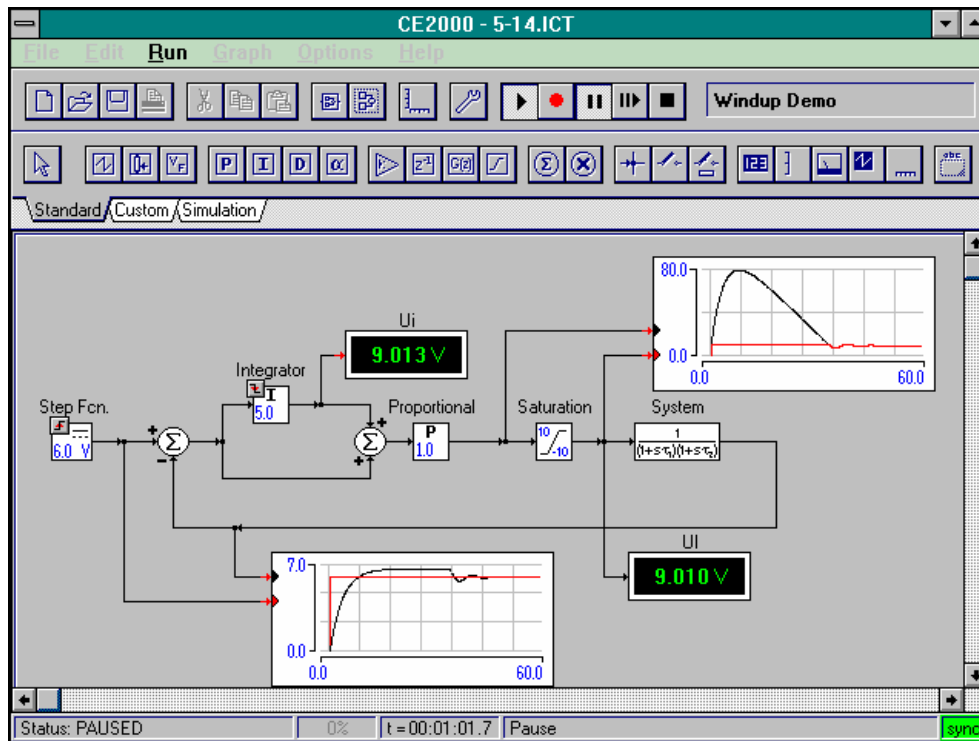
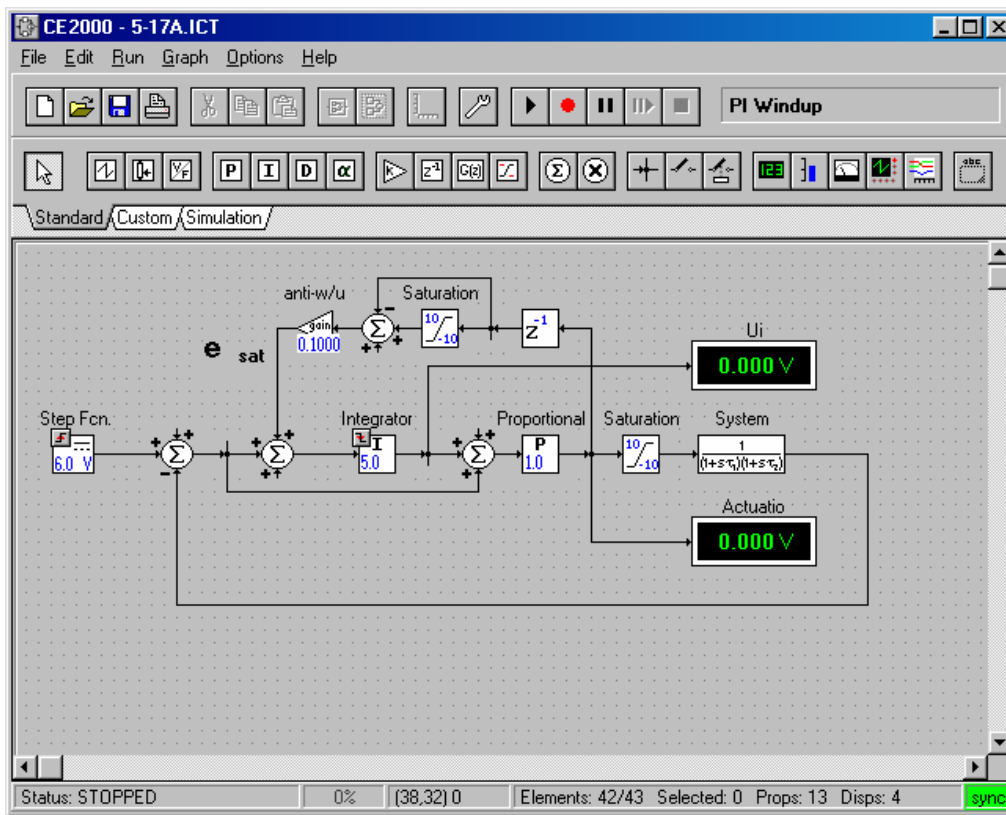
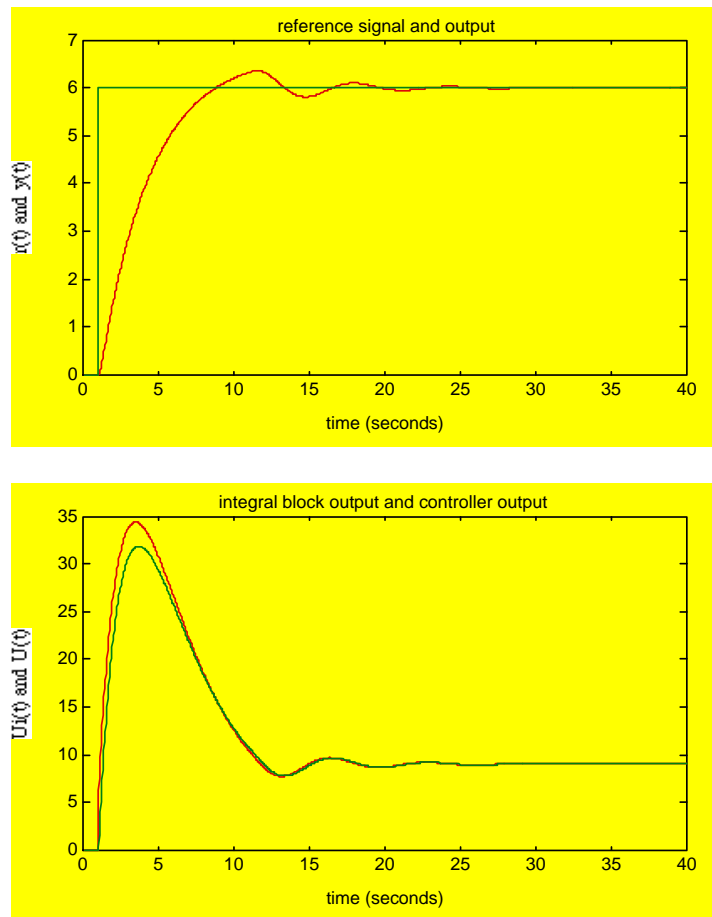

Figura 5. Wind-up en un sistema de control PI.
Figura 6. Un sistema de control PI con lazo anti-wind-up.
Figura 7. Anti-wind-up para un controlador PI con ganancia anti-wind-up de 0.1.
Todos los sistemas tienen límites sobre el control máximo y mínimo que el actor puede aceptar. Esto es normal, pero la mayoría de los sistemas de control diseñan métodos que ignoran esto. Felizmente, en el control de tres términos la saturación puede ser compensada en una forma simple. Por ejemplo, cuando la acción integral es usada en un sistema con saturación un fenómeno de “wind-up” ocurrirá. Cuando la señal de salida del integrador es más grande que el nivel de saturación, entonces la salida del sistema es también limitada y la señal de error que maneja el controlador no puede reducir. El integrador cree necesario hacer necesario hacer más y continuar para incrementar, o wind-up, sin límites sobre qué tan grande se puede convertir la señal de control. Esto puede continuar por un gran tiempo y causa que el controlador funcione mal. Una forma de parar esto es reiniciando la salida del integrador a cero durante tiempos periódicos. La mayoría de los controladores comerciales tendrán un reiniciador integral para esto, la otra forma es usar un antiwind-up. Mira la figura 5 para ver que el windup puede hacer en un controlador integral extra (PI) aplicado a un sistema el cual tiene un actor de saturación. Tú puedes ver el bloque de saturación en la simulación del CE200 entre el bloque proporcional y el bloque simulado del sistema de segundo orden. La saturación limita la máxima entrada al sistema de entre 10 volts y 10 volts. Entre esos límites, el actor supe una salida la cual es proporcional al voltaje de entrada. La salida de acción máxima es alcanzada por una entrada de voltaje de 10 volts y para entradas mayores a 10 volts la salida del accionador la reduce a 10 volts. La salida del mínimo accionador es -10V. Así, para entradas menores a -10 V la salida del accionador las ajusta a -10V. limitando el accionador o la entrada de saturación ocurre en todo sistema de control porque hay siempre un límite máximo y uno mínimo sobre señales de control. El problema es común en sistemas de procesos como un nivel de fluido y control de flujo donde válvulas y flujos son una forma, pero también electromecánicamente Servo Systems tiene este problema.
¿Cuál es el problema en la figura 5? Los límites de la salida de un accionador de saturación introduce una no linealidad dentro del sistema de control por lo que cuando el error de control incrementa y él y la salida del accionador alcanza el límite de operación más alto, luego cambia en la señal de error no tiene efecto sobre la señal de control y la salida del integrador continuará creciendo. Debido a que la saturación continuará creciendo, ésta no alimentará al sistema y por lo tanto el controlador no puede suplir una acción correctiva. El crecimiento en la salida del bloque integral es llamado “wind-up” y es un problema porque la salida del bloque integral puede hacerse más grande antes que el error cambie. En algunos casos el error debe ser negativo por mucho tiempo para “unwind” el integrador y el tiempo activo del sistema es grande.
En la simulación del diagrama bloques (figura 6) tengo agregado un lazo anti-wind-up para un controlador PI. El lazo anti-wind-up usa un bloque de saturación con los mismos límites que la saturación en el sistema real y genera una señal e_{sat} . La función de e_{sat} es para prevenir el incremento del integrador cuando el accionador está saturado. Cuando el accionador no está saturado la señal e_{sat} es cero y no afecta el controlador. Cuando el accionador está saturado entonces e_{sat} no es cero y es alimentado en cierta forma para reducir la entrada a el integrador hasta que e_{sat} es cero, esto reduce la salida del controlador hasta que este es igual al límite de saturación y detiene el wind-up. El responsable del lazo anti-wind-up está determinado por el valor de la ganancia en el bloque nivelador **anti-w/u** en la figura 6.
La figura 7 muestra la respuesta de la simulación de la figura 6 con una ganancia anti-wind-up de 0.1. Sin anti-wind-up la salida del controlador “wind-up” a casi 80 (ver el diagrama en la esquina superior derecha de la figura 5) y la salida alcanza la referencia solo después de 40 a 50 segundos. En la figura 7 la señal de control máximo es 30 y la salida alcanza el valor de referencia entre 10 y 15 segundos.